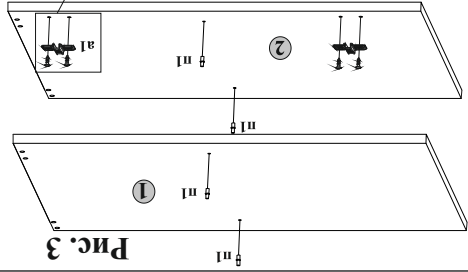

Рис. 3
5.3. На внутренних поверхностях боковых стенок 1 и 2 установить полкодержатели н1 с помощью молотка, на боковой стенке 2 - направляющие петли п1 с помощью шурупов мр2 и крестообразной отвертки (рис.3).